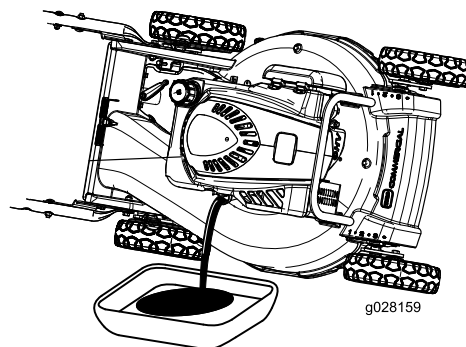

Figura 20
3. Coloque la máquina de lado con la varilla de aceite hacia abajo para drenar el aceite usado a través del tubo de llenado de aceite (Figura 20).